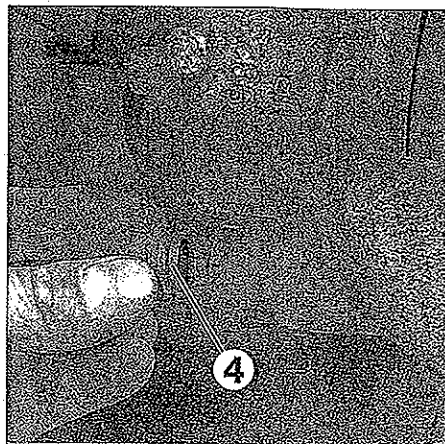

FIG. 6
- Retirar los 2 capuchones (4) de los ejes de guía (fig. 6).